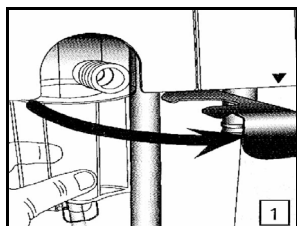

図 2-10: フィルタの挿入/水分トラップの併用
2. AVEA 使い捨て呼気フィルタを図 2-10 に示すとおりの方向でフィルタを入れるくぼみに挿入します。レバーを閉める前に、フィルタが完全にフィルタを入れるくぼみの中に挿入されていることを確認してください。